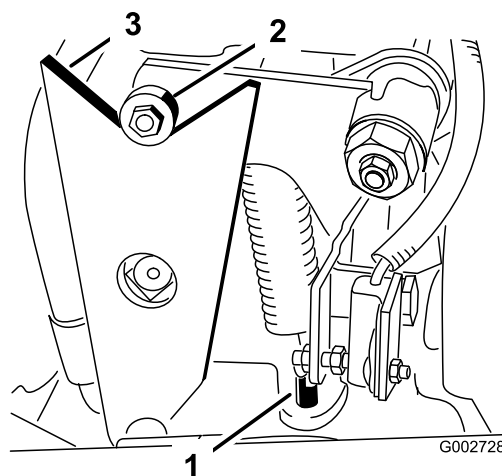

Figure 41
- Si les roues tournent dans le bon sens, arrêtez le moteur et réglez le contre-écrou de la goupille de réglage du ressort (Figure 41). Réglez la position point mort de la transmission aux roues (voir Réglage du point mort de la transmission aux roues).